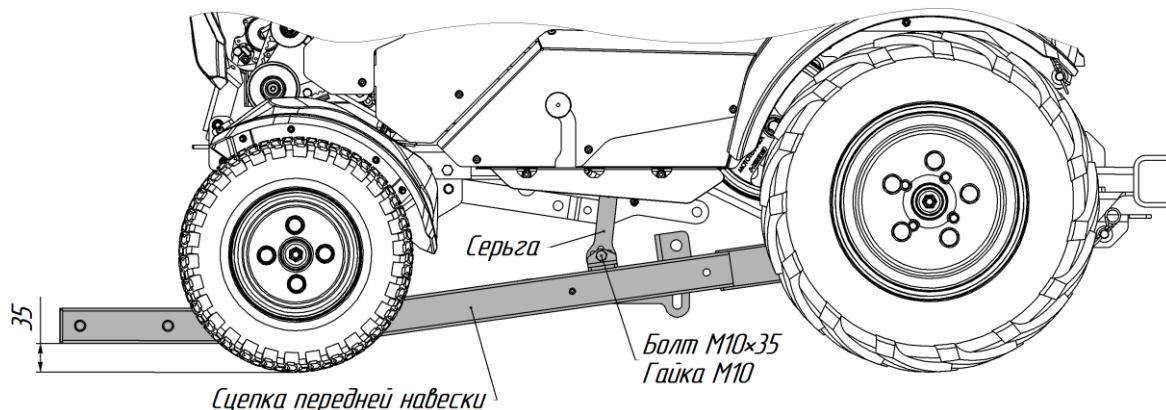

Рисунок 3
5. Выставьте Сцепку передней навески в рабочее положение, для этого подложите под переднюю часть Сцепки любой предмет высотой примерно 35 мм (рисунок 3).
6. Подсоедините Сцепку передней навески, выбрав наиболее подходящее отверстие на Серьге. Для этого Серьгу необходимо «натянуть». Зафиксируйте Сцепку Болтом М10×35 и Гайкой М10 (рисунок 3).